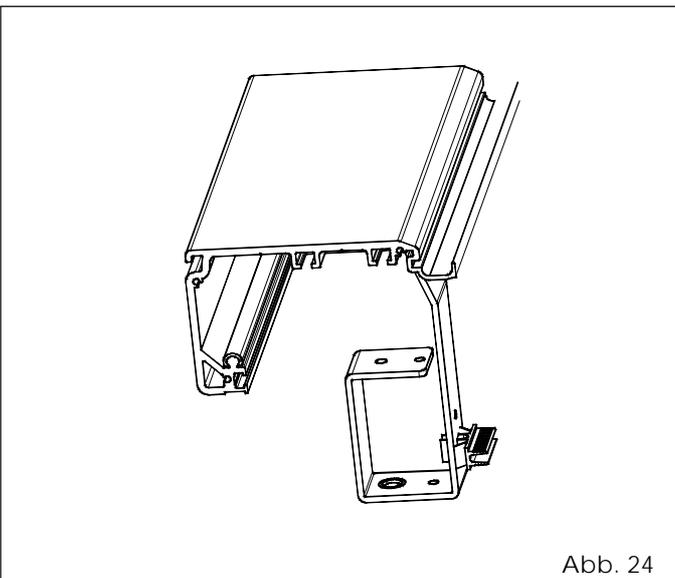

Abb. 24
- Den Bügel zur Halterung des internen Freigabegriffs am anderen Ende des Querträgers (auf der Seite der Gruppe Motor) laut Angaben in Abb. 24 befestigen.